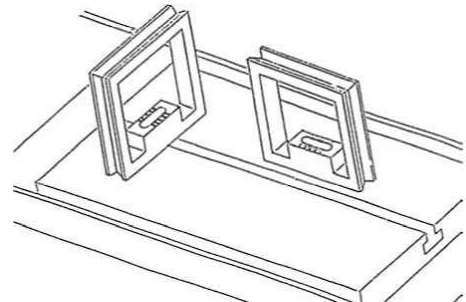

Рис. 2
3. Один уровень установите продольно, а второй поперечно (см. Рис. 2).